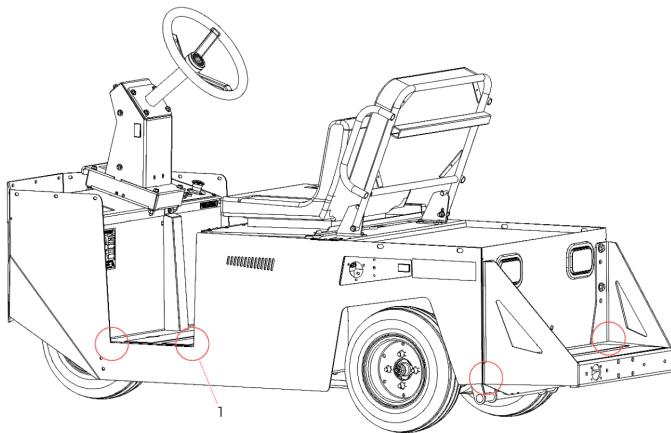

Figure 28. Coins des panneaux latéraux.
- Coins des panneaux latéraux (1) (des deux côtés). Il existe une possibilité de formation des fissures dans ces coins car ils subissent des contraintes importantes (voir Figure 28).